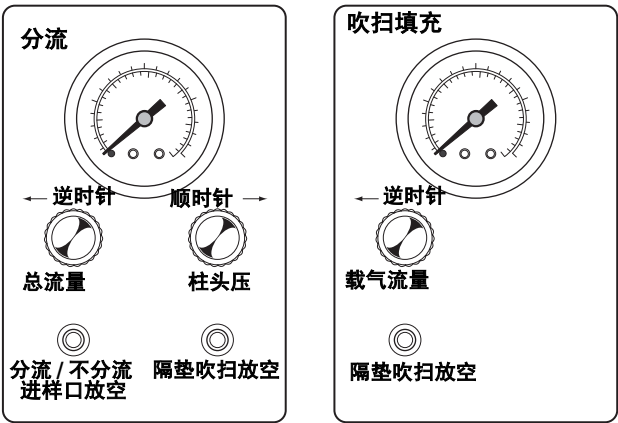

图 26 进样口流量控制
- 1 以逆时针方向旋开**总流量**（**Total Flow**）（分流 / 不分流进样口）或**载气流量**（**Carrier Flow**）（吹扫填充柱进样口）旋钮，以使载气通过色谱柱。如图 26 所示。